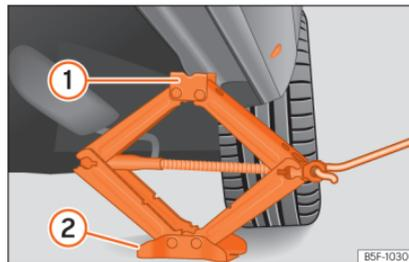

Abb. 39 Längsholm: Wagenheber ansetzen.
- Drehen Sie die Kurbel des unter dem Aufnahmepunkt des Längsträgers befindlichen Wagenhebers*, bis sich die Nase ① »» **Abb. 39** unter der vorgesehenen Einföhrung befindet.
- Richten Sie den Wagenheber* so aus, dass sein Aufnahmehorn ① in die dafür vorgesehene Aufnahme am Längsträger „greift“ und die bewegliche Grundplatte ② plan auf dem Boden aufliegt. Die Bodenplatte ② muss sich dabei senkrecht unter dem Aufnahmepunkt ① befinden.